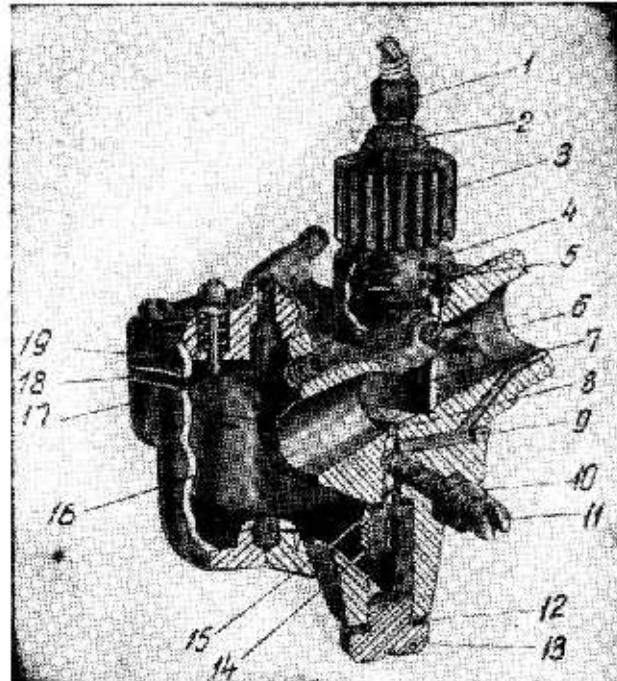

Рис. 10. Карбюратор К34Б:
Втулка 1 имеет продольный паз 10, а втулка 2 — винтовой паз 9, между которыми находится ползунок 3, соединенный с гибким тросом и через него с дросселем карбюратора (рис. 10).
Карбюратор (рис. 10) состоит из корпуса 4, крышки поплавковой камеры 19, поплавка 16 с иглой 20, дросселя 7 и жиклеров 14. Топливо из топливного бачка через фильтр топливного кранника по топливопроводу поступает самотеком к ниппелю крышки 19 и заполняет поплавковую камеру. Постоянный уровень топлива в поплавковой камере поддерживается поплавком с иглой. Конус иглы, упираясь в седло крышки поплавковой камеры, образует игольчатый клапан.
3. Нажать 1—2 раза на кнопку утопителя 21 (рис. 10) до полного заполнения топливковой камеры (топливо должно показаться из-под колпачка утопителя).
Если двигатель глохнет, завернуть винт 6 (рис. 10). При повышенных оборотах холостого хода вывернуть винт 6 на 1—2 оборота.